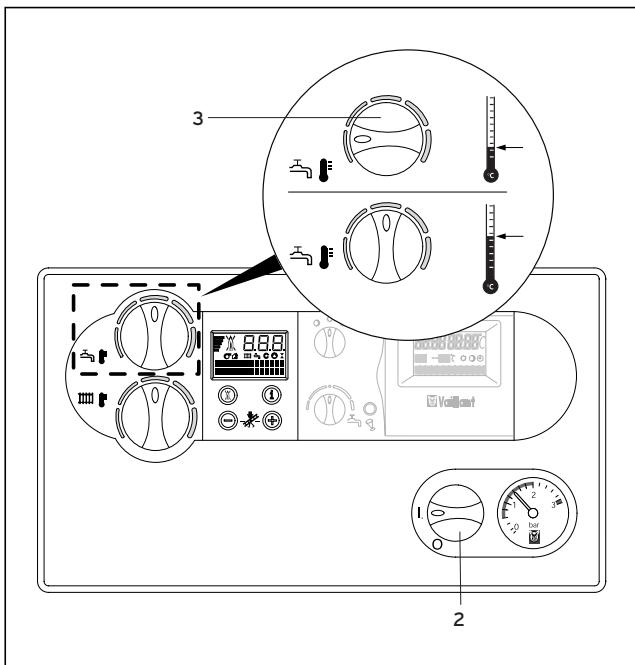

Fig. 3.5 Produksjon av varmtvann Tappe varmtvann (fig. 3.6)
3.3 Produksjon av varmtvann (fig. 3.5)